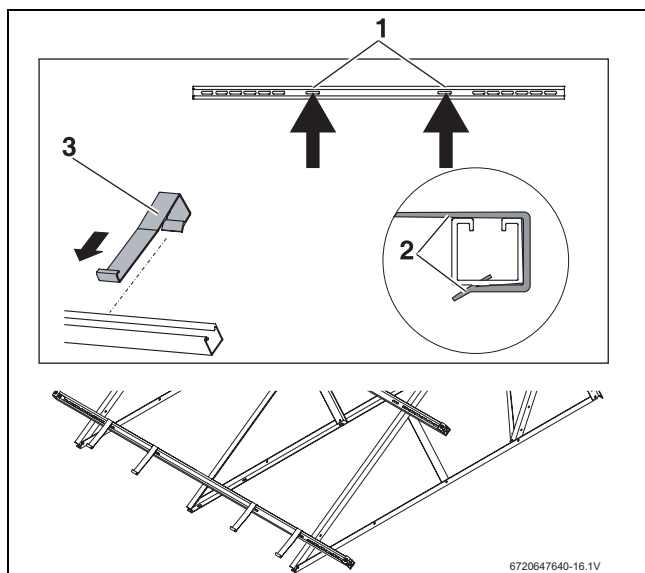

Fig. 24 Accrocher les dispositifs anti-glissement
- Glisser les dispositifs anti-glissement (→ fig. 24, [3]) dans les perforations longitudinales intérieures [1] par l'extérieur au-dessus du rail profilé jusqu'à ce qu'ils s'enclenchent [2].